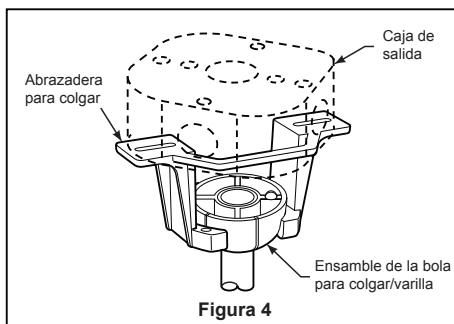

Figura 4
- ☐ 4. Afloje los dos tornillos de fijación del soporte del barral de soporte para techo a través de la varilla. Introduzca los cables a través de la varilla. (Figura 4)
2. Levante cuidadosamente el ventilador y coloque el ensamble de la bola para colgar/varilla en la abrazadera para colgar que acaba de fijar a la caja de salida. Asegúrese de que la ranura de la bola esté alineada con la lengüeta de la abrazadera para colgar. (Figura 4)
3. Una vez realizadas las conexiones, los cables deben ser colocados de forma extendida poniendo el conductor de la toma de tierra y el conductor de toma de tierra del equipo a un lado de la caja, colocando el conductor sin toma de tierra en el otro lado de la caja. gire los conductores hacia arriba y, con cuidado, colóquelos dentro de la caja de salida; con los conductores blancos y verdes hacia un lado y los conductores negros hacia el otro. (Figura 4)